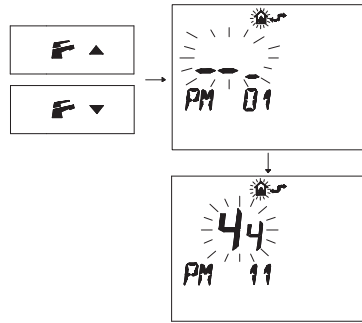

Рисунок 5.92
- Нажмите кнопки или , чтобы вывести на дисплей параметр "PM11" пост-циркуляции насоса (Рисунок 5.92).